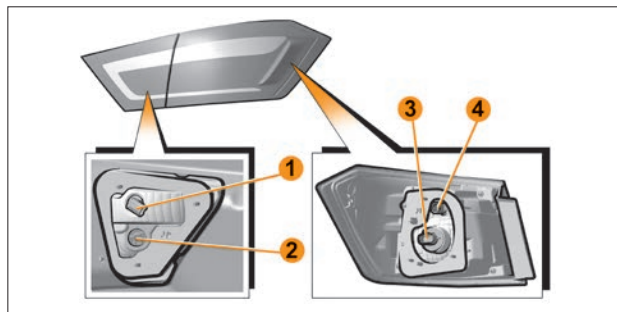

Рис. 13. Задние фонари
Для замены лампы света заднего хода **1** (рис. 13) необходимо:
– преодолевая сопротивление держателей, отогнуть обивку крышки багажника для доступа к патрону-разъему **1** (рис. 13). Во избежание повреждения обивки, отгибание производить на величину не более 7–8 см;
- повернуть патрон-разъем **1** (рис. 13) против часовой стрелки и вынуть его из посадочного места в сборе с лампой;
Для замены лампы габаритного огня **2** (рис. 13) необходимо: – применяя аналогичную последовательность, что и для замены лампы света заднего хода **1**, обеспечить доступ к патрону-разъему **2** лампы габаритного огня;